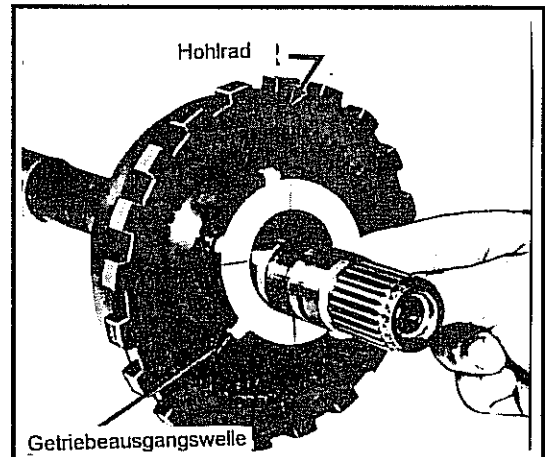

Abb. 10-56 Sprengring für Befestigung des Hohlrads an der Getriebeausgangswelle
- Sprengring zur Befestigung des Hohlrad's an der Getriebeausgangswelle entfernen. Das Hohlrad von der Welle trennen. Siehe Abb. 10-56.